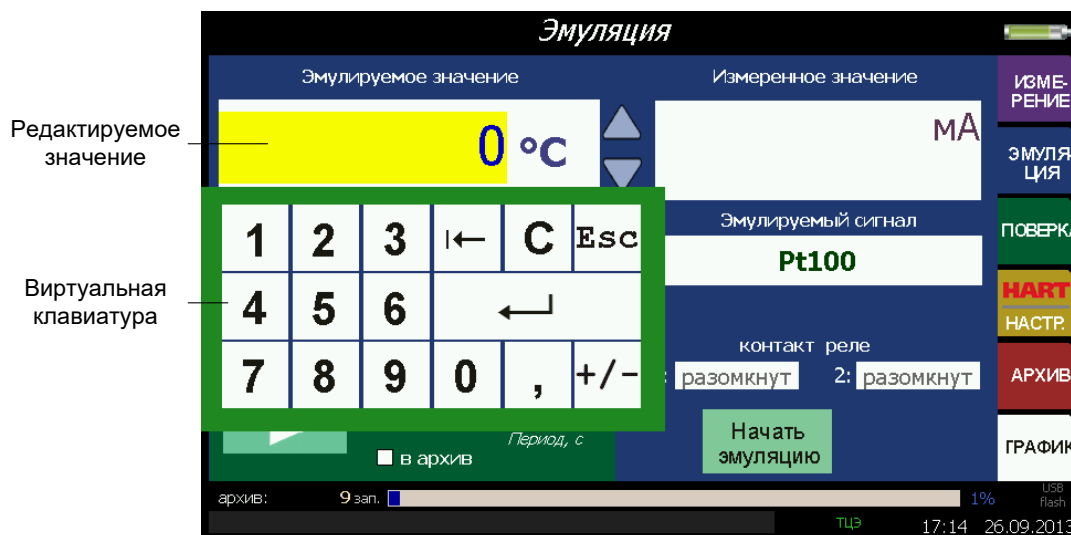

Рисунок 2.22
2.6.2.2 Параметр «**Эмулируемое значение**» позволяет установить значение, которое предстоит воспроизводить. Для этого необходимо в соответствующем редактируемом поле записать цифровое значение эмулируемого сигнала с использованием виртуальной клавиатуры (см. рисунок 2.22, п. 2.5.4.1).